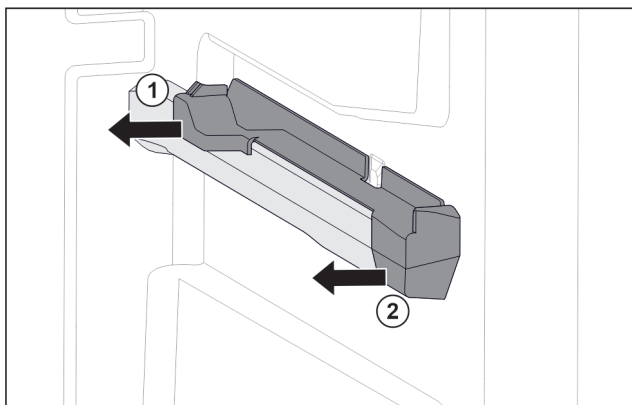

Fig. 115 Elemento inseribile sulla nervatura destra del contenitore
- Estrarre l'elemento inseribile dal lato posteriore di lato. Fig. 115 (1)
- Estrarre l'elemento inseribile dal lato anteriore di lato. Fig. 115 (2)